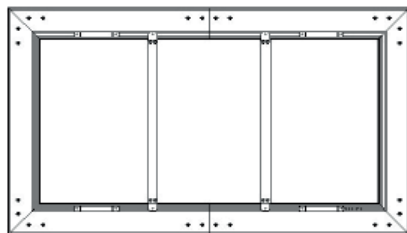

Rys. 8
8. **UWAGA:** Ten krok jest konieczny tylko wtedy, gdy wspornik podpierający (L) jest zawarty w zakresie dostawy. W przeciwnym razie przejść do następnego kroku.
Wyrównać gwinty ślizgowe (G) i wsporniki podpierające zgodnie z rys. 8 w zależności od liczby dostarczonych wsporników podpierających (L) w następujący sposób: